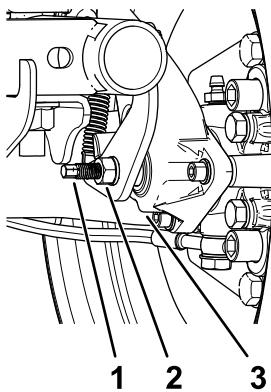

Figura 55
3. Utilizzando 2 chiavi, mantenete fermo il montante di regolazione sulla pinza con una chiave e allentate il controdado di 1/4 di giro con l'altra chiave (Figura 55).
4. Tenendo fermo il montante di regolazione e il controdado, girate il montante di regolazione per serrarlo (Figura 55).
5. Tenendo fermo il montante di regolazione e il controdado, allentate di 1/4 di giro (Figura 55).
6. Tenendo fermo il montante di regolazione e il controdado, serrate il controdado (Figura 55).